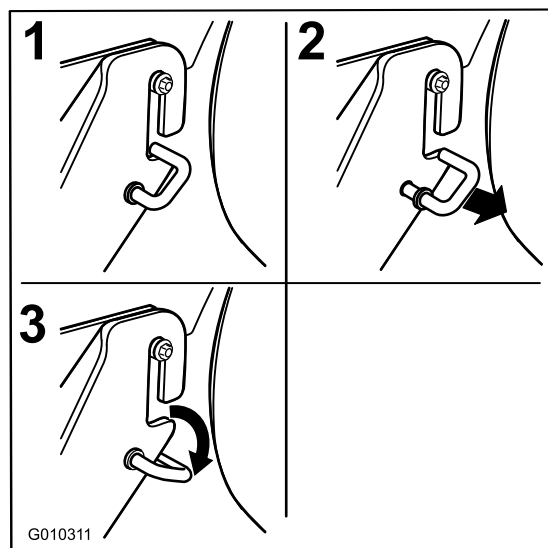

Figura 67
- Extraiga los ganchos a resorte de las ranuras de los soportes de las pletinas de suspensión en cada lado de la plataforma (Figura 67).